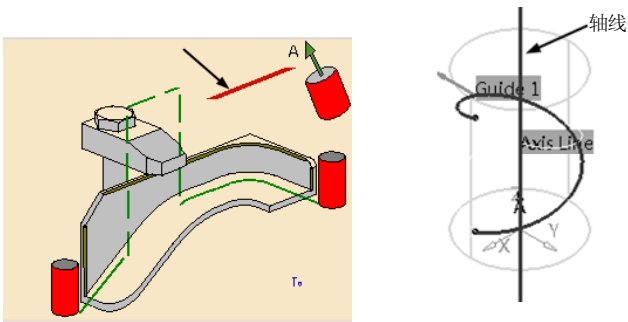

图 4-71 选择刀轴垂直轴线（1）
- 单击刀轴感应区，选择如图4-71所示的轴线作为刀轴垂直轴线（1），双击空白处返回。